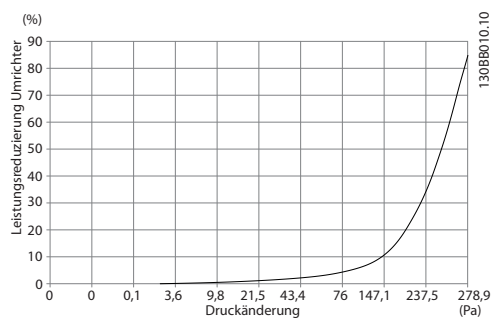
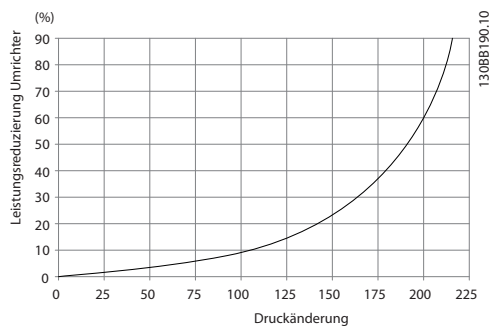

Abbildung 3.31 Baugröße E Leistungsreduzierung vs. Druckänderung (kleiner Lüfter), P315T4 und P450T7-P500T7
Abbildung 3.33 Baugrößen F1, F2, F3, F4 Leistungsreduzierung vs. Druckänderung Luftzirkulation des Frequenzumrichters: 580 cfm (985 m³/h)
1. Wenn externe Lüftungsbaugruppen am Abluftkanal des Frequenzumrichters montiert werden, entsteht ein zusätzlicher Gegendruck, der die Kühlung des Frequenzumrichters reduziert. Reduzieren Sie die Leistung des Frequenzumrichters entsprechend der reduzierten Kühlung. Berechnen Sie zunächst den Druckabfall, und schauen Sie anschließend in *Abbildung 3.31 bis Abbildung 3.33* nach.
1. Wenn externe Lüftungsbaugruppen am Abluftkanal des Frequenzumrichters montiert werden, entsteht ein zusätzlicher Gegendruck, der die Kühlung des Frequenzumrichters reduziert. Reduzieren Sie die Leistung des Frequenzumrichters entsprechend der reduzierten Kühlung. Berechnen Sie den Druckabfall, sehen Sie anschließend in *Abbildung 3.31 bis Abbildung 3.33*.